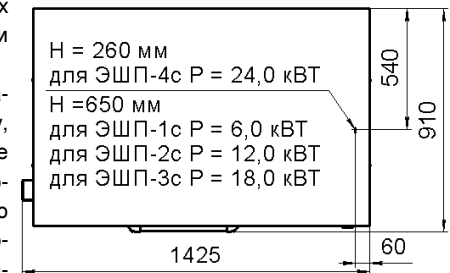

Рис.5
6.9 Рекомендуем, подвод электропитания к шкафу производить, скрытой в полу, трубной разводкой. Диаметр трубы – не мене 1/2" (Ø=22мм), см. рис.5. Электропровода, заводимые в шкаф, до клеммного блока, должны иметь термостойкую изоляцию, с температурой длительной эксплуатации не менее 150°C.